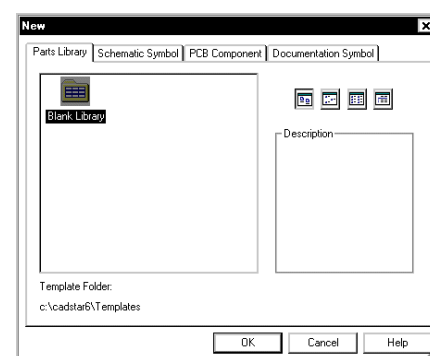

Рис. 16. Создание новой библиотеки компонентов.
5. В появившемся диалоговом окне New (рис. 16) перейдем на вкладку Parts Library (библиотека компонентов) и выполним двойной щелчок левой кнопкой мыши на иконке Blank Library.